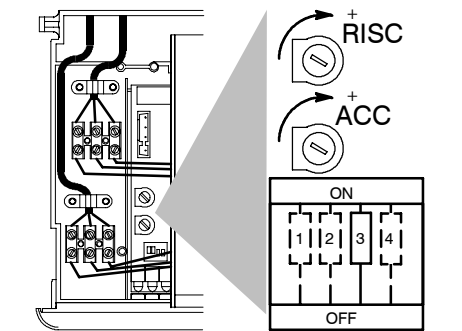

fig. 7.6
- Verificare che l'accensione del bruciatore avvenga in modo uniforme ed eventualmente tarare il livello dell'accensione. Per tarare l'accensione spostare il micro selettore "3" fig. 7.6 in posizione OFF ed agire sul potenziometro "ACC" con un cacciavite appropriato fino a ottenere un'accensione corretta (consultare la tab. 7.5). Ad operazione terminata riposizionare il micro selettore "3" in posizione ON.